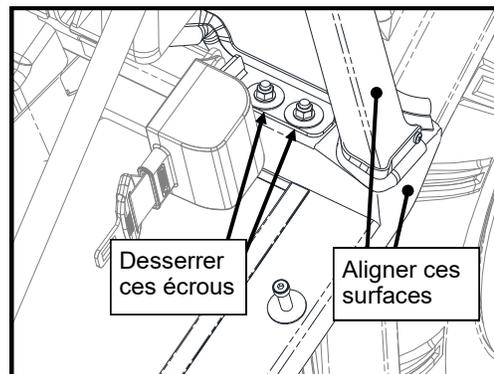

Figure 11.2 : Ajustement des ailes arrière
- 11.2 Desserrer les deux écrous de 5/16 po à l'arrière de chaque panneau d'ailes et déplacer l'arrière du panneau d'ailes vers la gauche ou la droite pour aligner la surface extérieure sur le bas du panneau arrière inférieur (voir figure 11.2). Serrez les écrous de 5/16 po bien ajustés.